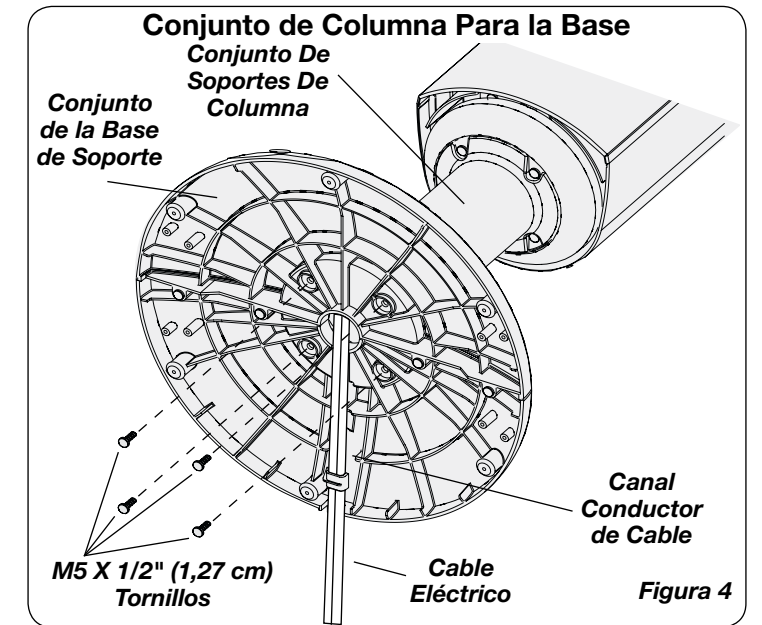

Figura 4
6. Alinee el **Conjunto de la Base de Soporte** con el **Soporte de Columna**, cerciorándose de que el canal del cable en la parte inferior de la base de soporte esté orientado hacia la parte posterior del Ventilador. Ensamble el **Conjunto de la Base de Soporte** con el **Conjunto del Soporte de Columna** utilizando los **Tornillos M5 de (4) 1/2" (1,27 cm)** de largo. Jale con cuidado toda holgura excesiva del **Cable de Electricidad** e introdúzcala por el **Canal Conductor de Cable**. (Figura 4)
Este Ventilador podrá hacerse funcionar mediante los controles manuales ubicados en la parte superior de la unidad (como se indica en la Figura 4) o con el Control Remoto (como se indica en la Figura 5)